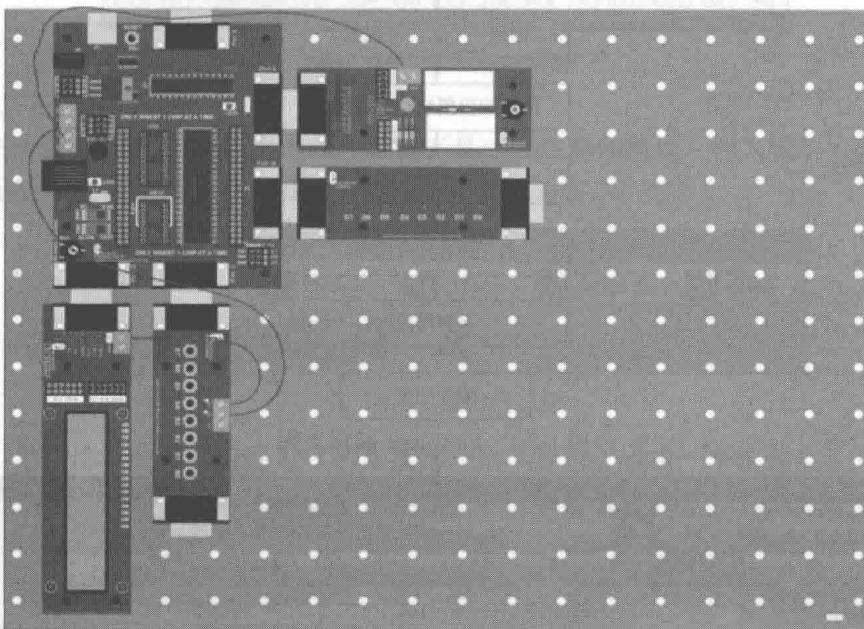

图 1-1-11 组合 7
⑦ 适合于模拟输入、宏、传感器、EEPROM 等学习，如图1-1-11所示。